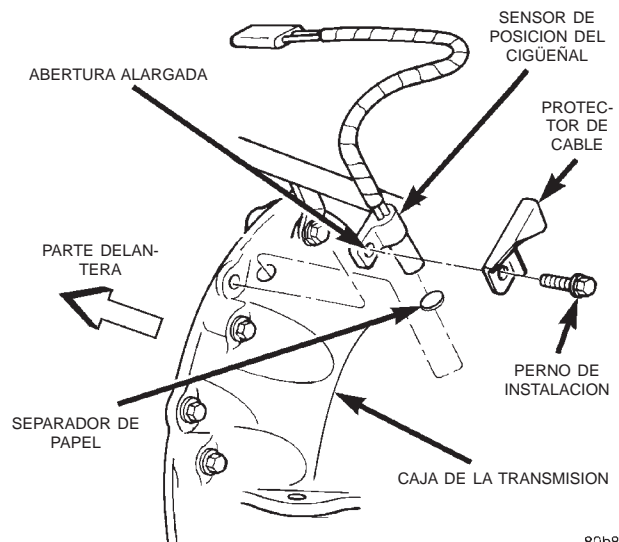

Fig. 29 Sensor de CKP—motor 4.0L de 6 cilindros
El sensor de posición del cigüeñal (CKP) está instalado en la cubierta de convertor de la transmisión, situada en el lado posterior izquierdo del bloque del motor (Fig. 29). El sensor **es ajustable** y está fijado
con un perno. Hay un protector/guía de cable fijado al sensor (Fig. 29).
(1) Sensores nuevos: Asegúrese de que haya un separador de papel instalado en la parte inferior del sensor. De lo contrario, obtenga un separador PN05252229.
(2) Sensores usados: Limpie la parte inferior del sensor e instale un separador PN05252229.
(3) Instale el sensor dentro del orificio de la cubierta del convertor de la transmisión.
(4) Emplace el protector del cable del sensor en el sensor (Fig. 29).
(5) Empuje el sensor contra el volante/placa de mando. Con el sensor presionado contra el volante/placa de mando, apriete los pernos de instalación con una torsión de 7 N·m (60 lbs. pulg.).